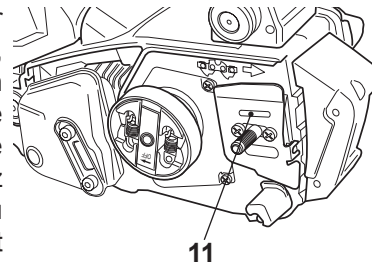

Fig. 54
- > Examinez le trou du réservoir d'huile [11]; s'il est bouché, nettoyez-le afin d'assurer un graissage correct de la chaîne et du guide-chaîne lorsque l'appareil fonctionne. Utilisez pour cela un fil de fer mou assez fin pour être introduit dans le trou de vidange d'huile (Fig. 54).